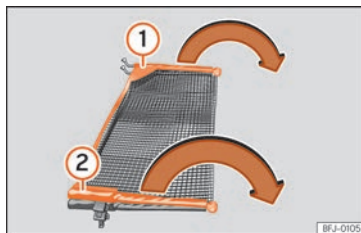

Fig. 166 Dépliage du filet de séparation.
Dépliez entièrement les barres transversales »» fig. 166 ① et ② du filet dans le sens des flèches jusqu'à ce qu'un « clic » retentisse.